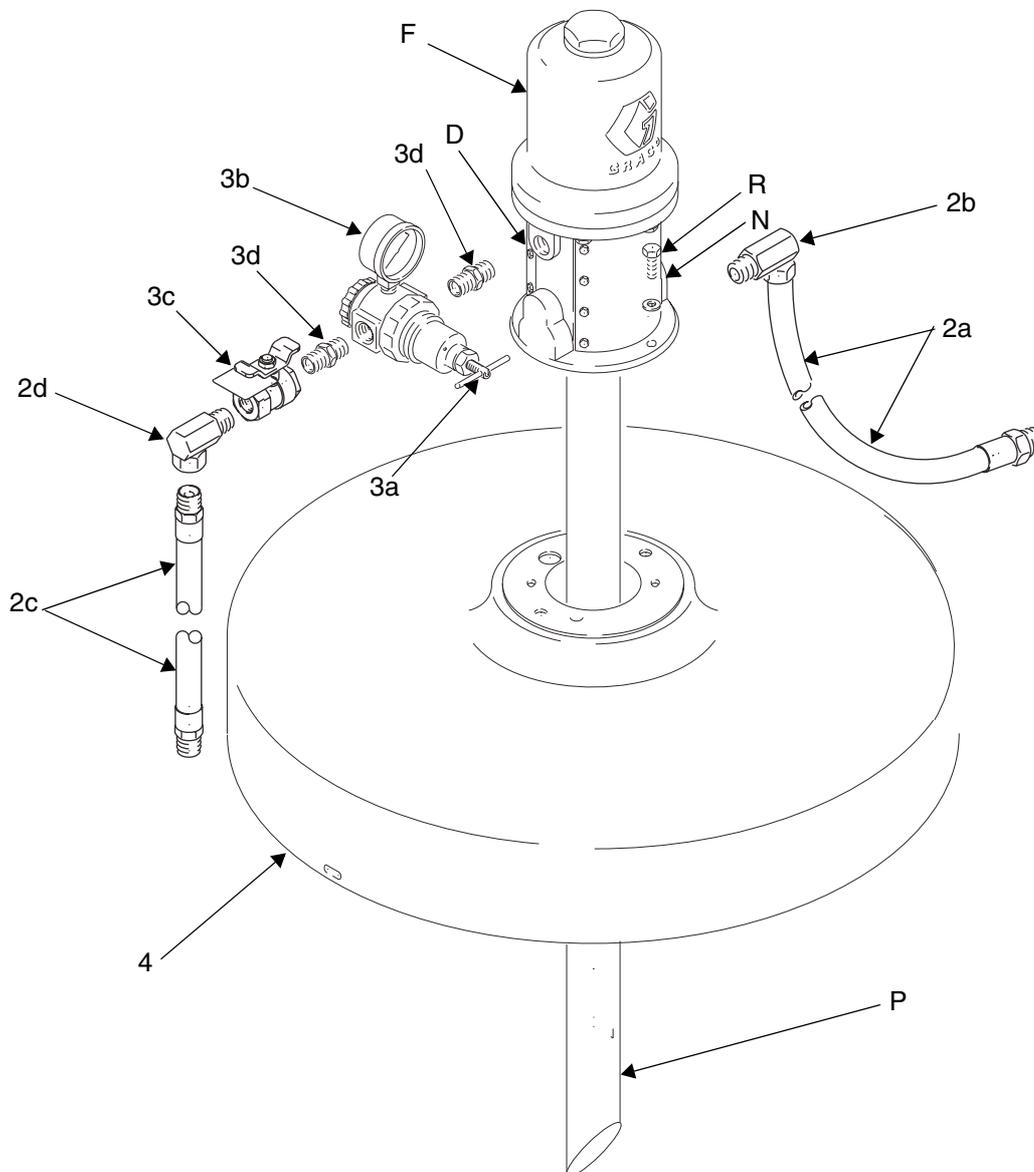

ABB. 6
1. Bei 246906 die Verlängerungsleitung (P) in einem Winkel von 45° auf eine für die Größe des Fasses passende Länge zuschneiden. Nach der Installation sollte die Unterseite des Winkelstücks einen Abstand von ca. 25 mm zur Fassunterseite haben. Für 225642 und 225782 hat die Abwärtsleitung die passende Größe für den Behälter.
2. Den Deckel (4) auf ein 208-l-Fass legen. Die Pumpe (F) mit den mitgelieferten Schrauben (R) am Deckel anbringen. Siehe ABB. 6.
3. Den Druckluftregler-Satz (Teile 3a - 3d) wie gezeigt am Pumpenlufteingang (D) anbringen. Gewindedichtmittel auftragen und alle Teile gut festziehen.
5. Gewindedichtmittel auf das Außengewinde der 1/2-NPT-Schottverschraubung (2d) geben. Die Schottverschraubung in den Pumpenmaterialeingang (D) schrauben.